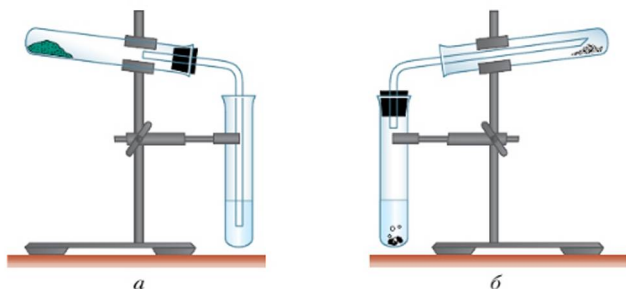

Рис. 64. Приборы: *а* — для разложения малахита; *б* — для восстановления оксида меди (II) водородом
1.8. Восстановление меди из оксида меди(II) водородом. Чёрный порошок оксида меди(II) разделите на две порции. Одну порцию оставьте в нагретой пробирке. Аккуратно введите в неё газоотводную трубку прибора для
получения водорода (рис. 64, б). Пропускайте водород, нагревая оксид меди (II). Отметьте происходящие изменения.